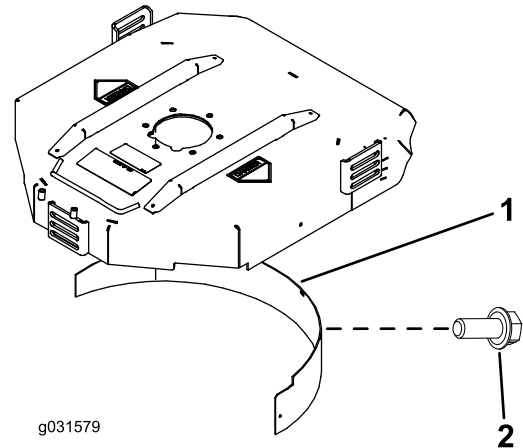

Figura 21
2. Instale el deflector de mulching en la abertura trasera y sujételo con 5 pernos con arandela prensada (Figura 21).